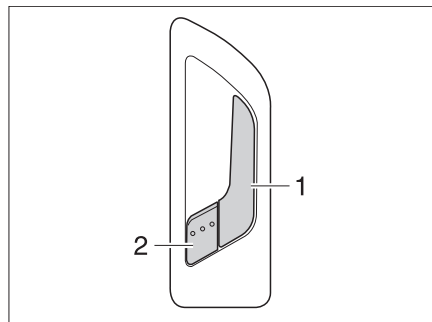

Bild 49 Türschloss Eingangstür, innen
- Am Griff (Bild 49,1) ziehen. Das Türschloss wird entriegelt. Der Sicherungshebel (Bild 49,2) springt automatisch heraus.
- Den Sicherungshebel (Bild 49,2) drücken.